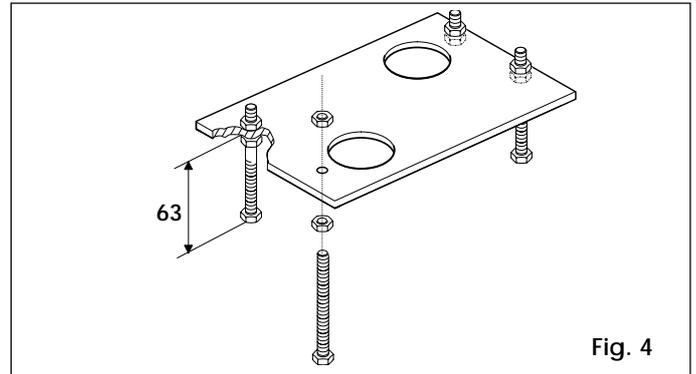

Fig. 4
- 1) Ensamblar la placa de cimentación como se ilustra en la Fig. 4.